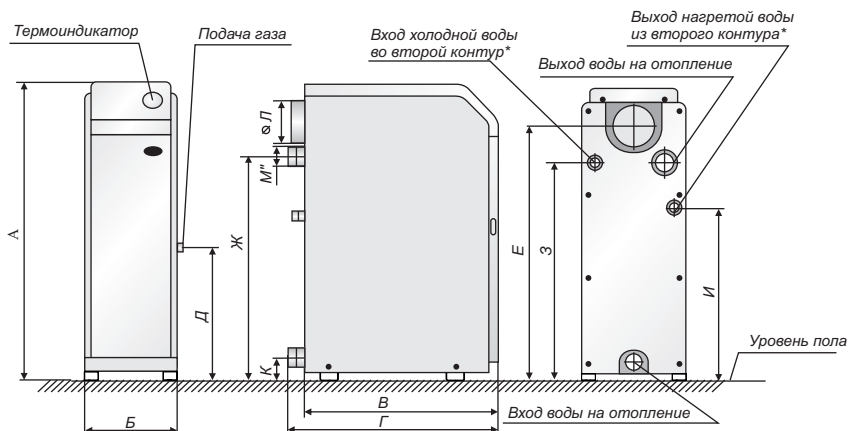
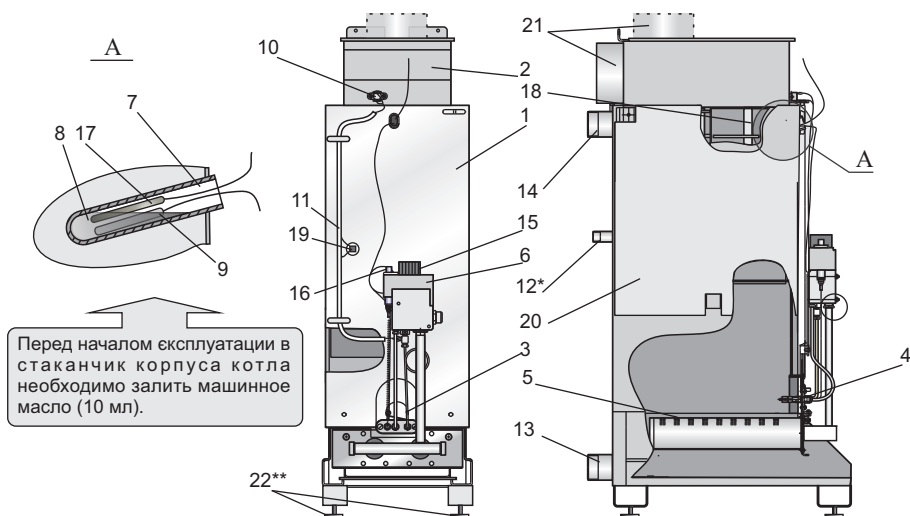

Рис. 1. Общий вид котла "Житомир-3"
Рис. 2. Схема конструкции котла "Житомир-3"
5.1. Котёл (рис. 1) выполнен в виде напольного шкафа прямоугольной формы, лицевая сторона которого закрыта дверкой, обеспечивающей доступ для запуска котла и управления его работой.
Котёл состоит из следующих основных частей: корпуса котла (поз.1 рис.2), который состоит из топки и теплообменника. В теплообменнике котла установлены турбулизаторы поз. 18 для наиболее полного отбора тепла при сжигании природного газа и передачи его теплоносителю; газохода (поз. 2); горелок: основной (поз.5) и запальной (поз.4); автоматики безопасности с газовым клапаном поз.6; патрубков подвода (поз.13) и отвода теплоносителя (поз.14). В котлах с встроенным водонагревателем предусмотрены присоединительные патрубки (поз.12). На лицевой части корпуса котла расположено смотровое окно (поз.3) для контроля за розжигом и работой котла. В стаканчик (поз.7) установлен баллон термоиндикатора поз.17 и термобаллон (поз.9) газового клапана, служащий для управления его работой. Термостат (датчик тяги) (поз.10) служит для обеспечения его безопасной работы. Для наиболее полного отбора тепла снаружи корпус котла покрыт теплоизоляцией и декоративным стальным кожухом, покрытым порошковой эмалью. В верхней части кожуха котла установлен термоиндикатор для контроля температуры воды в котле, (рис. 1).
6.8. При установке котла в систему отопления с открытым расширительным сосудом установка датчика перегрева (п.19, рис.2) не требуется, при условии, что отказ термостата управления не вызывает опасную ситуацию для пользователя или повреждение котла (ГОСТ Р 51733-2001).
температура теплоносителя соответствует цифре 7 на рукоятке управления. Температуру контролируйте термоиндикатором (рис. 1), регулировку температуры теплоносителя (воды) осуществляет термостат газового клапана через термобаллон (поз.9, рис.2), вставленный в стаканчик корпуса котла (поз.7, рис.2).